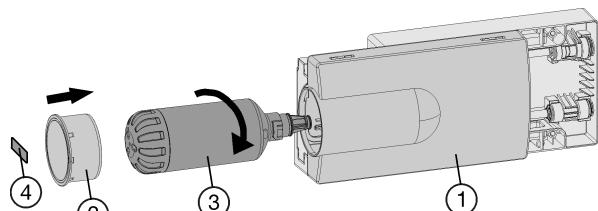

Fig. 50
- Coloque el filtro de agua Fig. 50 (3) y gírelo unos 100° hacia la derecha hasta que haga tope.
- Introduzca el cajón Fig. 50 (1).
- Coloque la tapa del filtro Fig. 50 (2).
- Anote la fecha de la próxima sustitución en la etiqueta adhesiva Fig. 50 (4) suministrada y pegue dicha etiqueta en el módulo.